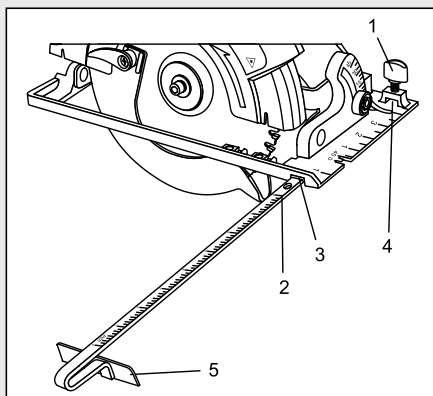

Fig. 9
1. Desserrez le bouton de réglage du guide de coupe longitudinale (1) (Fig. 9).
2. Glissez la tige du guide de coupe longitudinale (2) dans la rainure du guide de coupe (3), le long de la semelle et dans la fente du bouton de réglage (4) à l'autre extrémité de la semelle.
3. Réglez le sabot du guide de coupe longitudinale (5) à la distance appropriée à partir de la lame. Serrez le bouton de réglage du guide de coupe longitudinale.